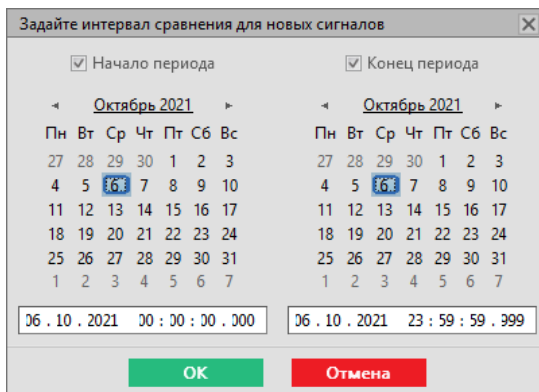

Рисунок 107 - Выбор интервала
4. Задайте интервал сравнения и нажмите **ОК** (Рисунок 107).